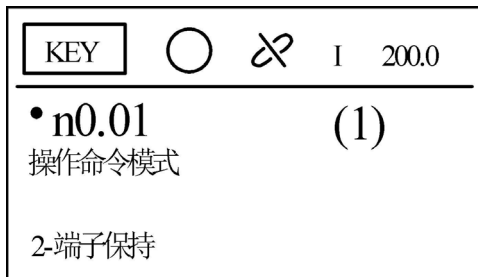

图 4-14
5. 按  按键，确认选择的“操作命令模式”，此处确认“2- 端子保持”如图 4-14